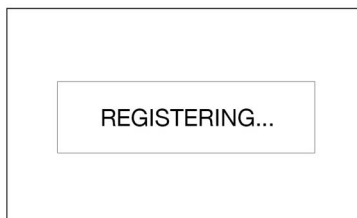

ABB. 16
4. Betätigen Sie die ENTER-Taste. REGISTRIEREN erscheint in der Bildschirmmitte während der Registrierung, siehe ABB. 16.